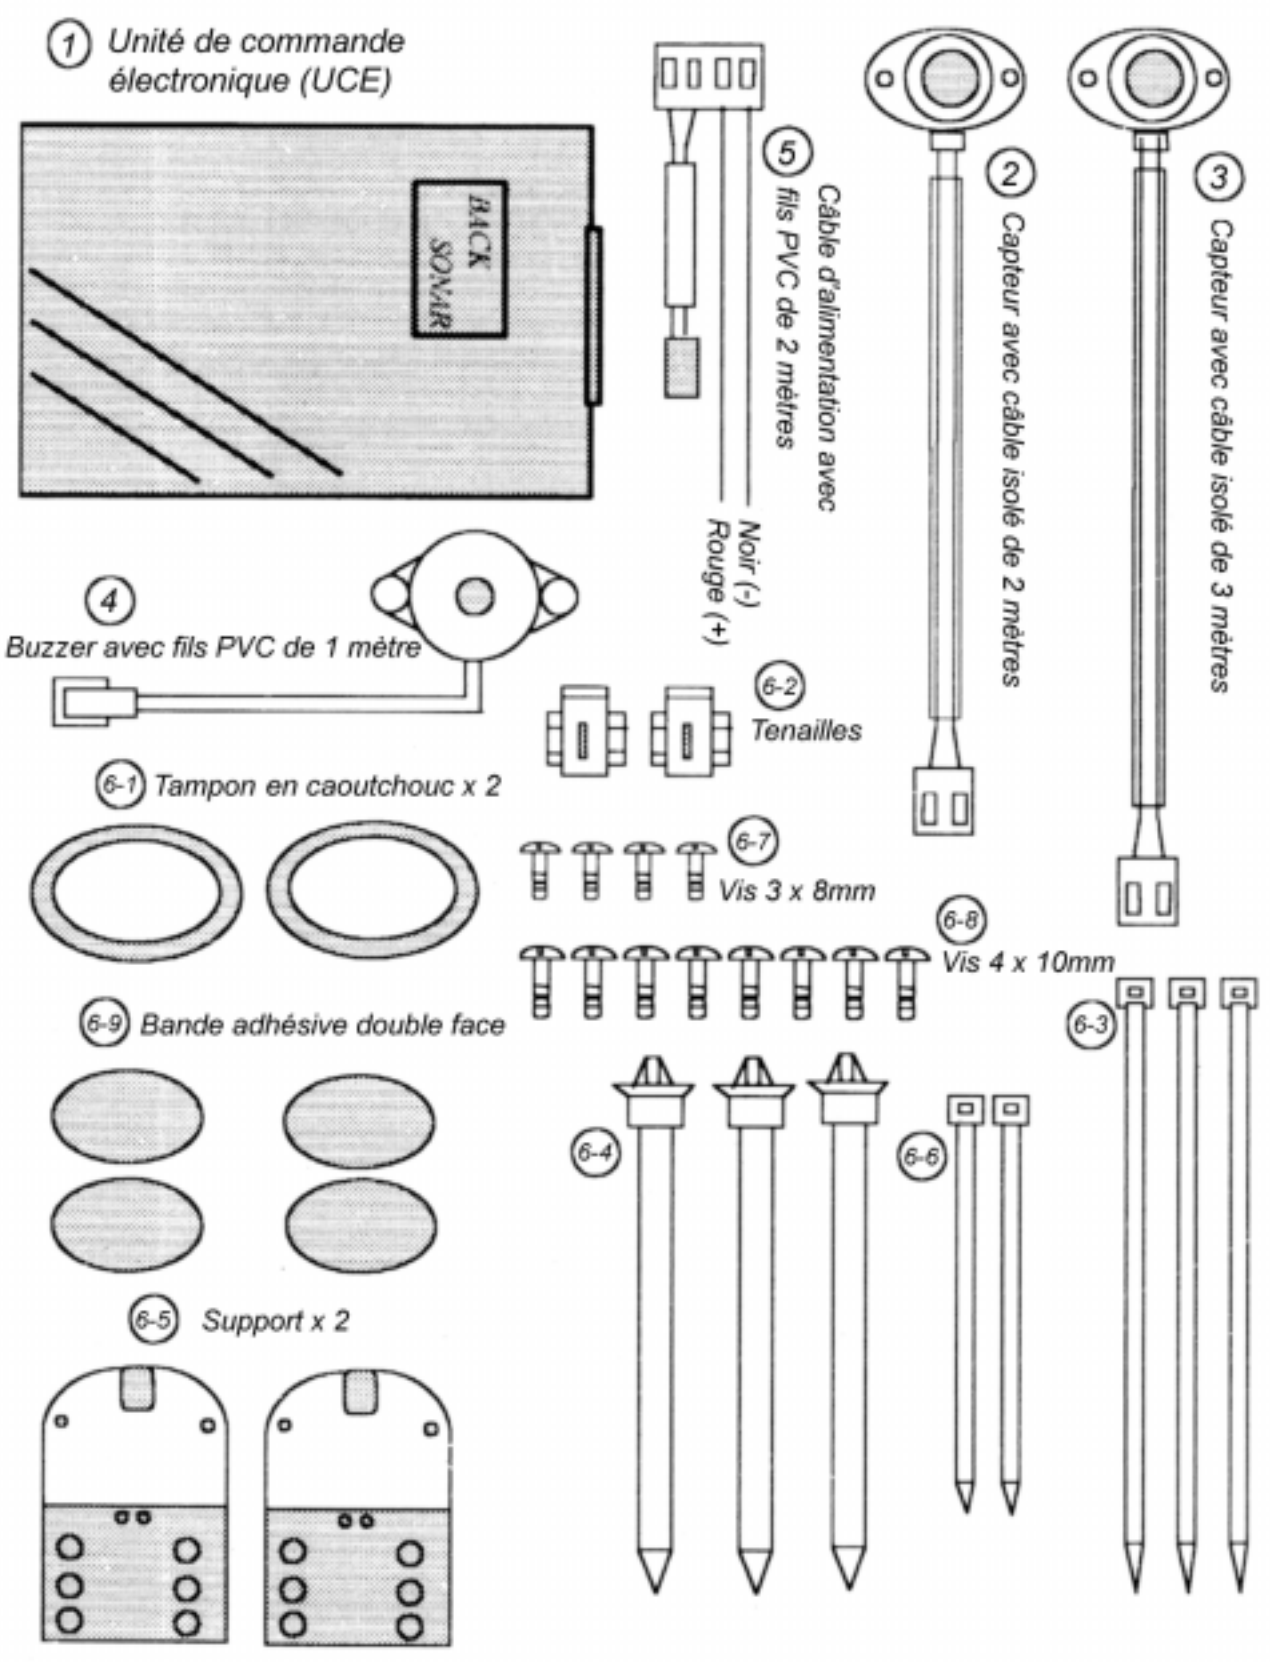

Fig. 1
2. Contenu de l'emballage (voir figure 1)